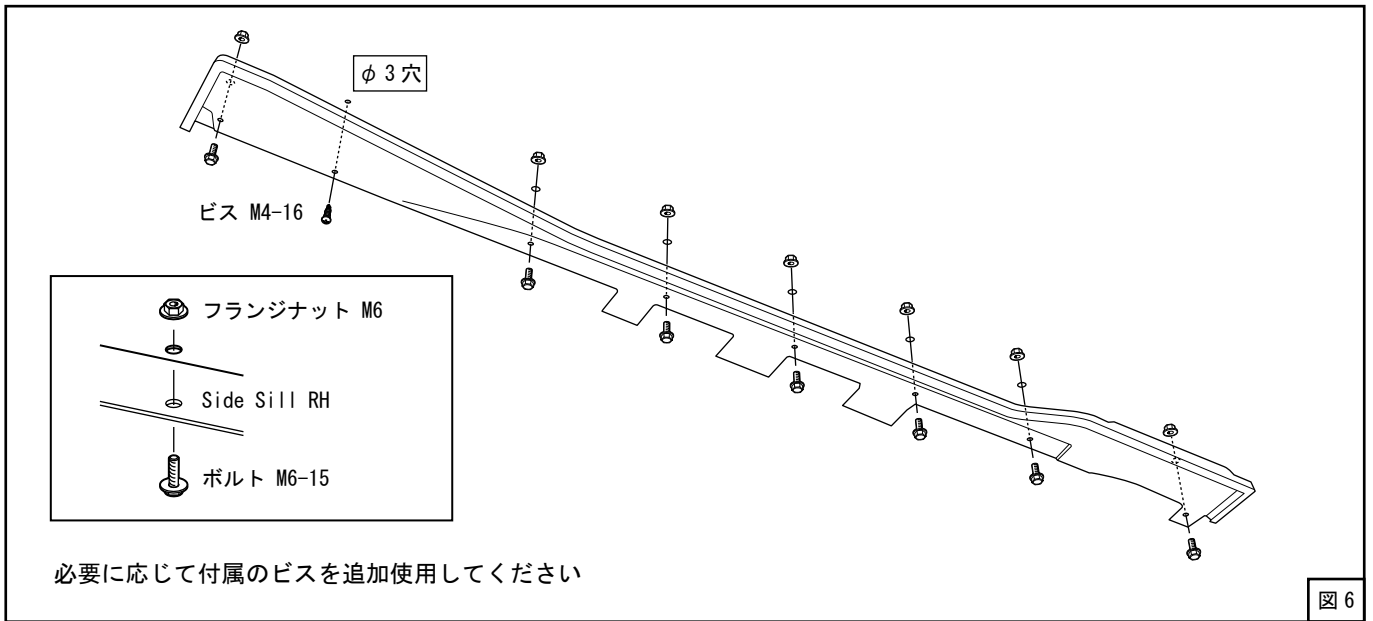

図 6
(3) [Side Sill RH] に開いている穴位置で純正サイドスカートにφ 6.5 穴を 7 箇所、φ 3 穴を 1 箇所開けてください。(図 6)
(4) [Side Sill RH] をボルト M6-15、フランジナット M6、ビス M4-16 を使用して取付けてください。(図 6)